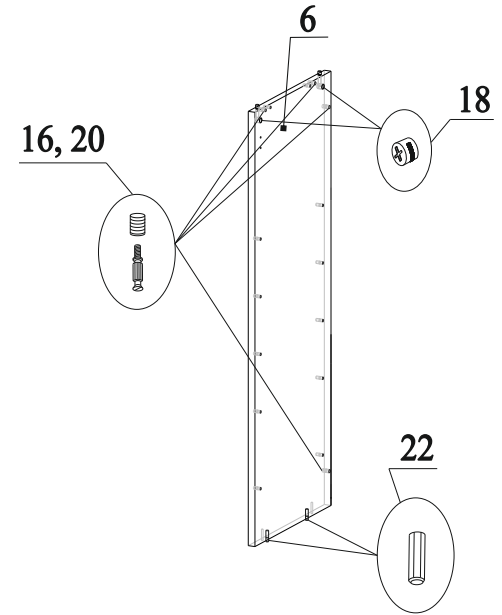

Рис.5
8. В отверстия на детали 6 вставить эксцентрики 18 стрелками к торцевым отверстиям (рис.5);
9. В отверстия с обеих сторон на детали 6 вбить муфты 20 и вкрутить в них дюбеля 16 (рис.5);
10. В нижний торец детали 6 вставить шканты 22 (рис.5);